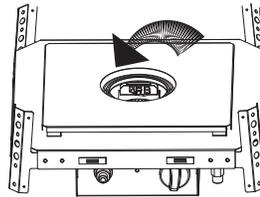

Figure 4
- c. Tout en appuyant sur le bouton de commande, placez un briquet à longue tige sous le tube de flamme pour allumer la flamme pilote (figure 4).